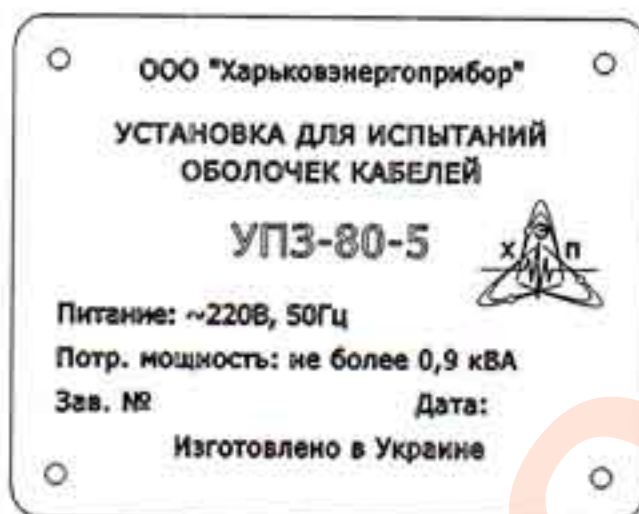

Рисунок 2 – Табличка с маркировкой
2.6.1 На тыльной стороне Установки закреплена табличка с маркировкой (см. рисунок 2).